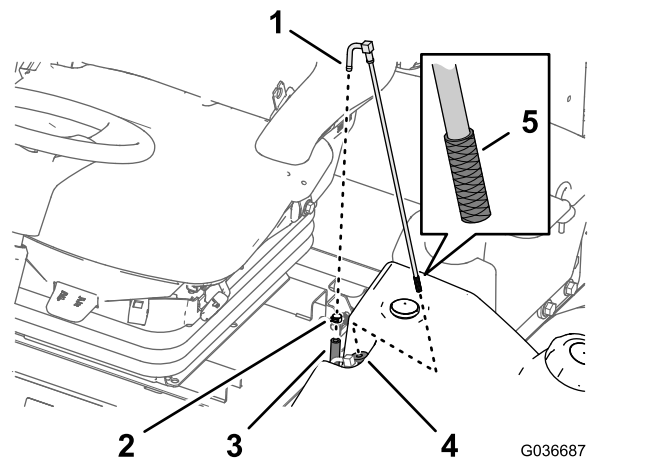

Figura 91
2. Separate il flessibile dal raccordo (Figura 91).
3. Sollevate il tubo di adduzione del carburante dal serbatoio del carburante (Figura 91).
4. Pulite eventuali detriti dalla griglia all'estremità del tubo di adduzione del carburante (Figura 91).
5. Inserite il tubo di adduzione del carburante attraverso la boccola in gomma e nel serbatoio (Figura 91).
1. Rimuovete la fascetta stringitubo che fissa il flessibile di alimentazione del carburante al raccordo del tubo di adduzione del carburante (Figura 91).